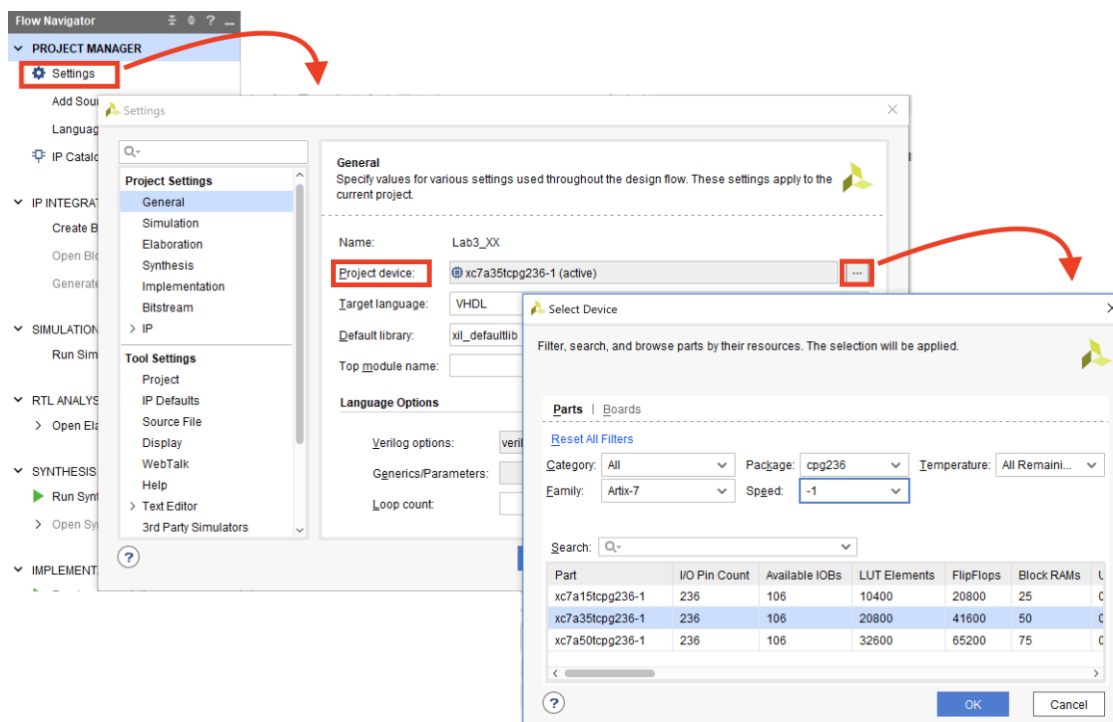

Figura 3. Alteração do dispositivo (FPGA) utilizado na implementação.
- Note que o dispositivo utilizado no projeto poderá ser alterado **em qualquer altura**, através do menu correspondente às propriedades do projeto. Tal como ilustrado na Figura 3, por baixo de “Project Manager” (painel da esquerda), clique “Settings” e na categoria “General” clique no campo “Project device”. Será aberta a janela “Select Device”, onde é preciso especificar a placa de desenvolvimento *Digilent Basys 3* baseada na FPGA da família **Artix-7** com referência **XC7A35T-CPG236**, ou seja, preencha os campos desta janela de acordo com a Figura 3.